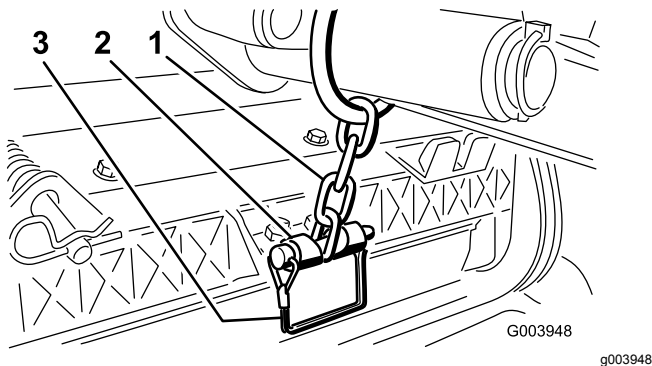

Bild 13
12. Befestigen Sie die Hubarmkette Ständer mit dem Einraststift an der Kettenhalterung (Bild 13).